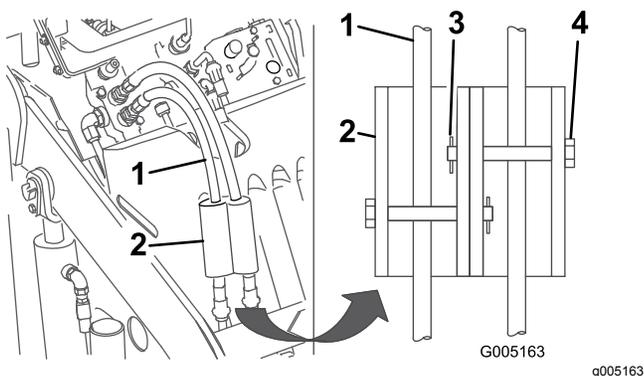

Рисунок 23
7. Поместите замки гидроцилиндров на шланги и закрепите их шплинтуемыми штифтами и шплинтами (Рисунок 23).